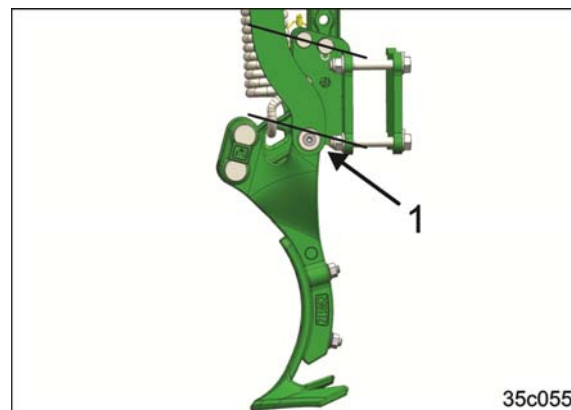

図 125
- ・ トラクターのタイヤ跡消しのホルダー（図 125/1）を回転させることで、耕深をより浅く設定できます。